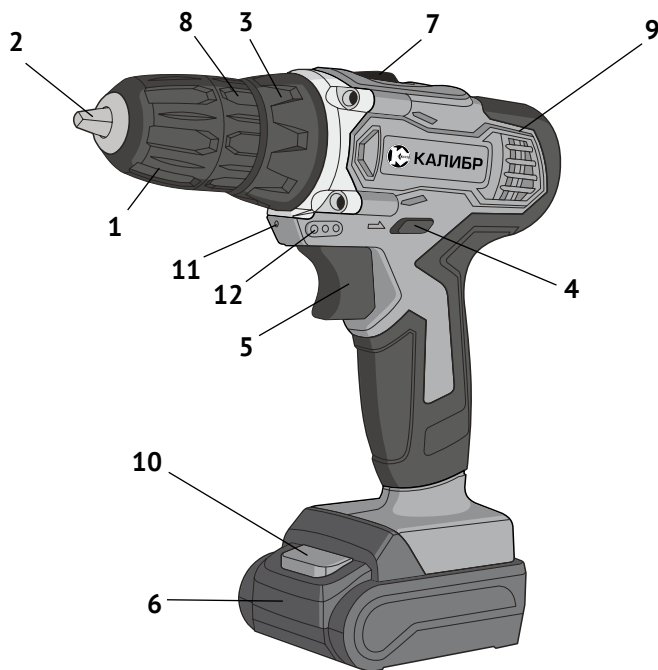

рис. 1
1.6 Общий вид дрели представлен на рис.1
1.7 Механизм дрели расположен в обрешиненном пластиковом корпусе (рис.1 поз.9), состоящем из двух частей: правой и левой. Он состоит из электродвигателя постоянного тока и редуктора с планетарным 2-х скоростным механизмом. В нижней части корпуса, выполненного в форме рукоятки, находится выключатель и разъём для присоединения аккумуляторной батареи.
1.8 Клавиша выключателя (рис.1 поз.5) расположена в передней части рукоятки. При нажатии на клавишу включается двигатель дрели. Усилие, приложенное к клавише, изменяет скорость вращения двигателя. При запуске двигателя автоматически включаются: светодиод (рис.1 поз.11), обеспечивающий локаль-
ную подсветку рабочей области и индикаторы (рис.1 поз.12), отображающие степень заряженности подключённой АБ.
Над клавишей выключателя находится переключатель реверса (рис.1 поз.4), пластинчатой конструкции. В нейтральном положении он выполняет функцию блокиратора клавиши от случайного включения. Стрелками на корпусе дрели, указывается направление вращения патрона.
1.10 В передней части корпуса расположено кольцо регулировки (рис.1 поз.3). Это кольцо фиксирует одну из 19-й, позиций предельного момента затяжки, при работе дрелью, как шуруповёртом, или переключает редуктор в режим сверления – символ «сверло».
**Внимание!** Перед установкой/извлечением аккумуляторной батареи отключить инструмент, установив переключатель направления вращения (рис.1 поз.4) в среднее положение (блокировка клавиши выключателя).
- для извлечения батареи из дрели нажать кнопку фиксации (рис.1 поз.10) аккумуляторной батареи и извлечь её из рукоятки, вытягивая вперёд, к патрону.
- установить переключатель направления вращения (рис.1 поз.4) в положение блокировки клавиши выключателя;
- удерживая кольцо патрона (рис.1 поз.8) одной рукой, другой вращать
переднюю часть патрона (рис.1 поз.1) против часовой стрелки до разведения кулачков патрона (рис.1 поз.2) на расстояние, необходимое для установки рабочего инструмента;
- удерживая кольцо патрона (рис.1 поз.8) одной рукой, другой вращать переднюю часть патрона (рис.1 поз.1) по часовой стрелке до фиксации рабочего инструмента кулачками патрона;
- сдвинуть переключатель направления вращения (рис.1 поз.4) в сторону, нужную для вращения патрона;
- для включения дрели необходимо нажать и удерживать клавишу выключателя (рис.1 поз.5);
- в среднем положении переключатель направления вращения (рис.1 поз.4) блокирует клавишу выключателя, исключая случайное включение дрели;
#### 2.2.5 Функции регулировочного кольца (рис.1 поз.3):
На регулировочное кольцо (рис.1 поз.3) нанесены символы: от «1» до «18» - 18 фиксированных положений предельного момента затяжки, символ «-» и символ «дрель». Выставление нужного режима работы осуществляется совмещением соответствующего символа со стрелкой на корпусе дрели.
- выставив ползунком переключателя (рис.1 поз.7) диапазон «1» получаем при низком числе оборотов (400 об/мин) высокий показатель крутящего момента. Этот режим применяется при закручивании шурупов, винтов, саморезов и болтов больших размеров;
- повернуть кольцо регулировки (рис.1 поз.3) в положение «сверло»;